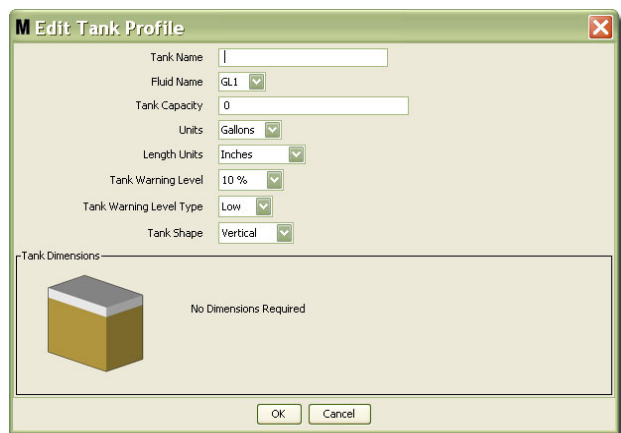

FIG. 101
3. L'écran "Edit Tank Profile" (Modifier le profil du réservoir) illustré dans la FIG. 101 s'affiche.